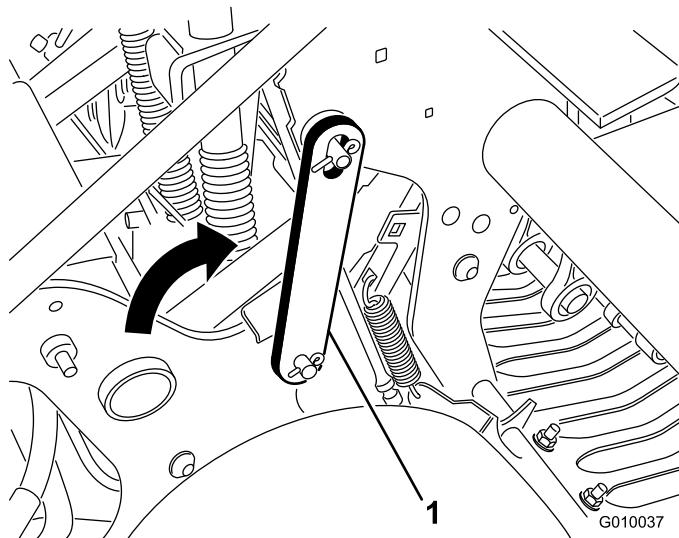

Figura 21
- Gire el cerrojo de mantenimiento hacia atrás y sitúelo sobre el perno del cabezal de perforación (Figura 21). Sujételo con el anillo de retención.